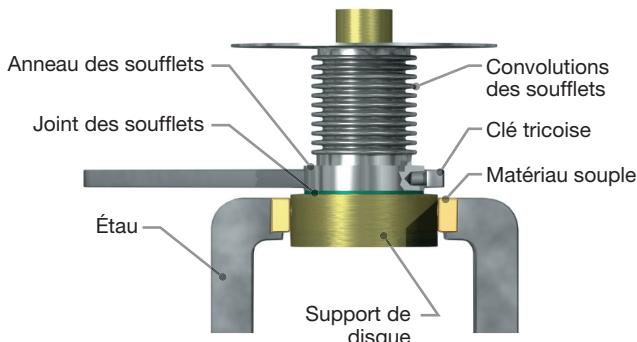

Figure 15 : Retrait de l'anneau des soufflets
Les convolutions des soufflets (voir Figure 15) sont très minces et fragiles. Prenez soin de les protéger des dommages.
11. Placer le guide (9) à partir du porte-disque (8). (Pour les soupapes de levage restreint, voir Vérification du levage sur les soupapes de levage restreint.) Pour les orifices V et W, déboulonner les soufflets du guide avant de retirer le guide.
12. Pour les soupapes des soufflets des orifices « D » à « U » (voir la Figure 7), le soufflet est attaché au porte-disque (8) par un filetage à droite. Utiliser une clé de serrage spéciale sur l'anneau du soufflet pour le retirer en tournant dans le sens inverse des aiguilles d'une montre (voir la Figure 15).